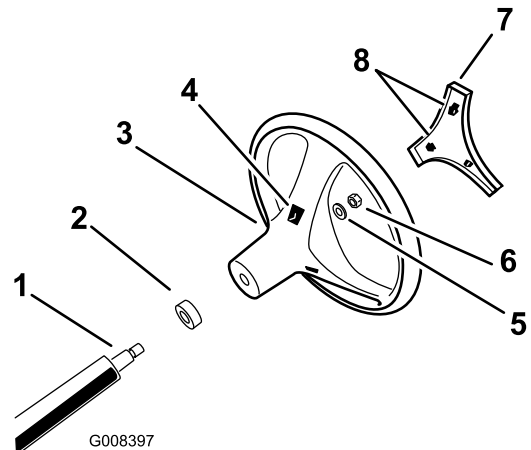

Figura 3
4. Fixe o volante ao eixo, utilizando a porca de bloqueio (Figura 3).